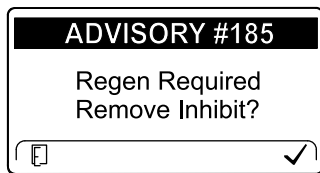

Bild 29
**Hinweis:** Wenn Sie im InfoCenter das Verhindern der Zurücksetzen-Regenerierung eingestellt haben, wird ADVISORY#185 (Bild 29) alle 15 Minuten im